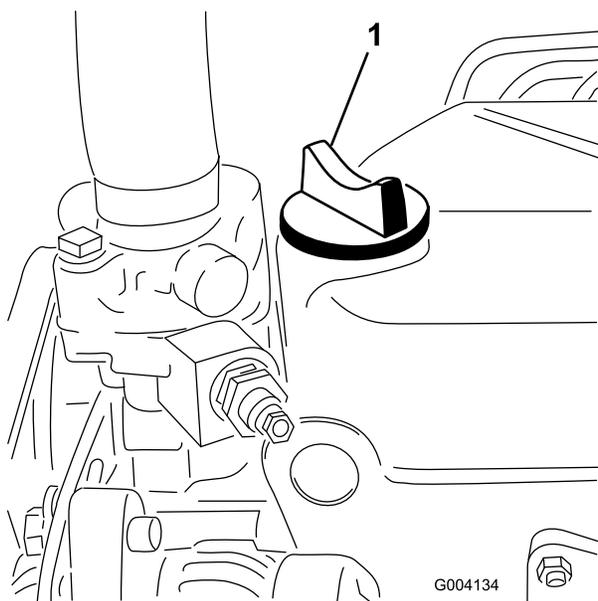

Рисунок 28
5. Если уровень масла ниже отметки Full (Полный), снимите крышку заливной горловины (Рисунок 28) и добавляйте масло до тех пор, пока его уровень не достигнет отметки Full (Полный) на масломерном щупе.